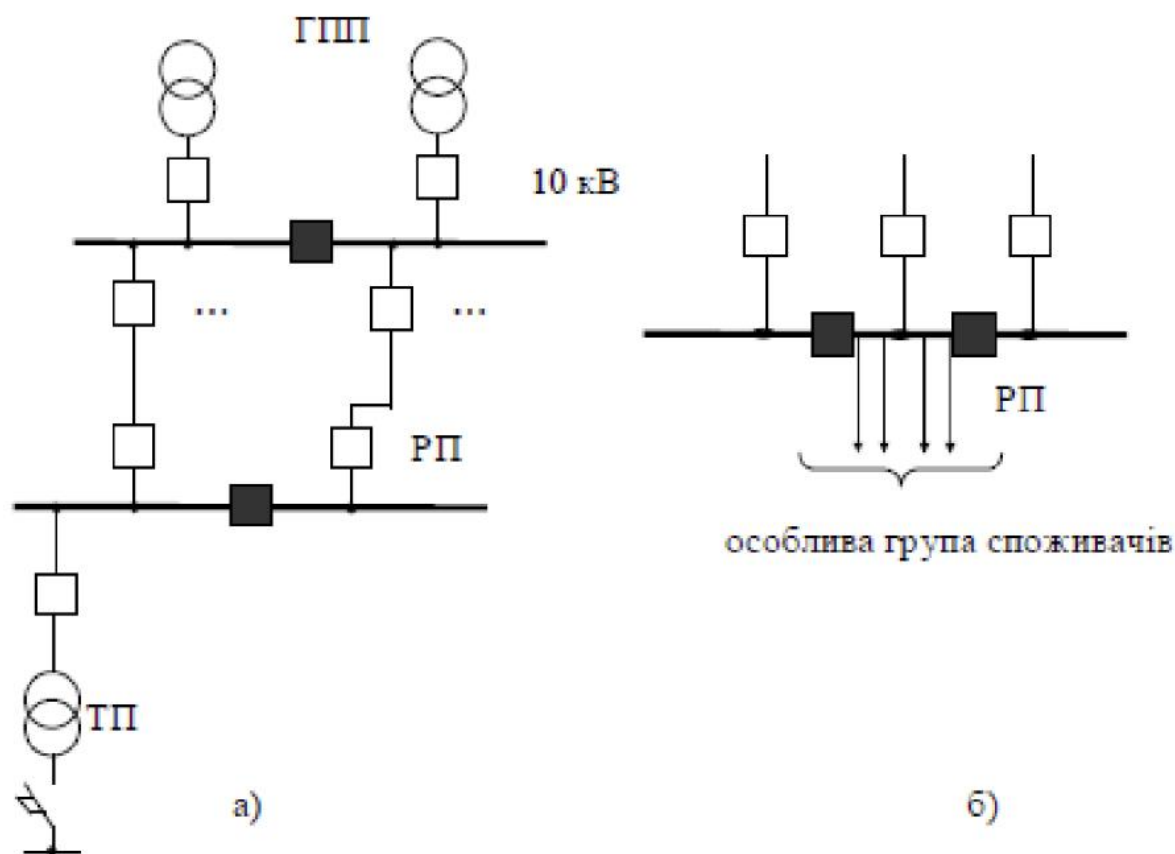

Рисунок 7.2 – Схеми двоступеневих мереж
На великих підприємствах використовуються двоступеневі мережі, в яких передбачаються проміжні розподільні підстанції РП – 10 (6) кВ. Від РП – 10 (6) кВ живляться ТП і високовольтні електродвигуни номінальною напругою 10 (6) кВ (рис. 7.2, а). Схема РП для живлення споживачів особливої групи I категорії за надійністю зображена на рис. 7.2, б [13].